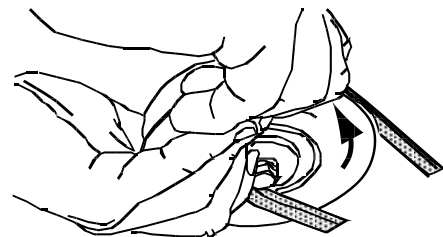

Figura 4-11
9. Puxe o lado direito da correia para trás e coloque-a com o lado mais estreito do V na polia do PTO. Consulte Figura 4-11.